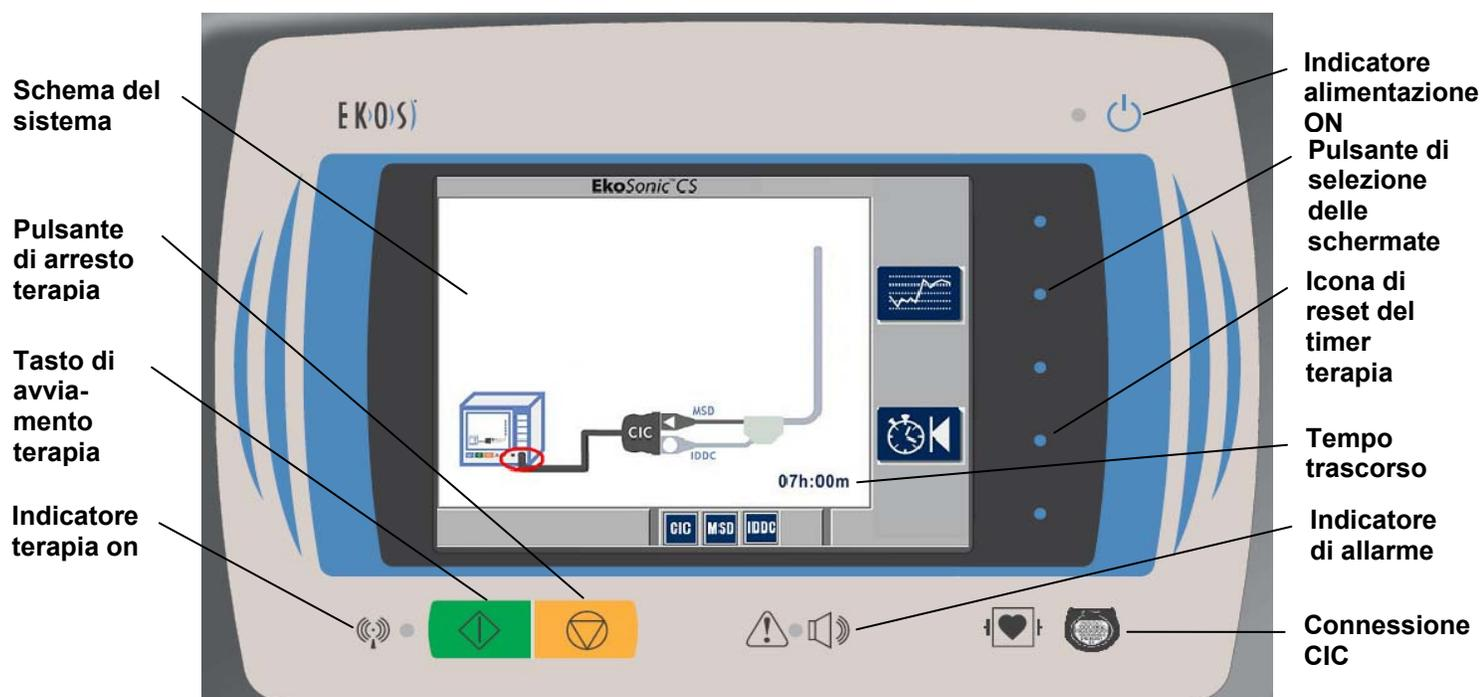

Figura 4. Unità di controllo EkoSonic nella schermata Schema
- Se l'unità di controllo completa con successo l'autotest, il software passa alla schermata Schema. Vedere Figura 4 per un esempio della schermata Schema.
- Figura 4 mostra specificamente che CIC non è stato collegato all'unità di controllo. Il cerchio rosso intorno alla spina del pannello anteriore nello schema del sistema indica dove il CIC deve essere collegato all'unità di controllo. L'uscita degli ultrasuoni non è consentita se il CIC non è collegato e il catetere non è correttamente connesso al CIC. Per aiutare a evitare una disconnessione accidentale, assicurarsi che l'MSD e l'IDDC siano fissati nel fermo del CIC.